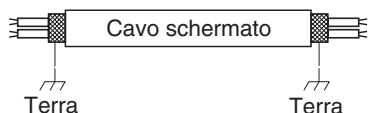

Fig. 4-6
- (5) Usare cavi schermati per i collegamenti inter-unità (C) e collegare inoltre a terra la schermatura su ambedue le estremità; in caso contrario si verificheranno malfunzionamenti dovuti a rumore elettrico. (Fig. 4-6) Collegare i cavi come illustrato nella sezione "4-3. Schemi elettrici".